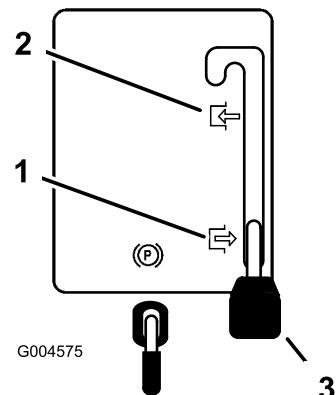

Figura 10
2. Ponga la palanca de control de las cuchillas (PTO) en Engranado (Figura 10).
2. Ponga la palanca de control de las cuchillas (PTO) en Desengranado (Figura 10).
- Ponga la palanca de control de las cuchillas (PTO) en Desengranado (Figura 10).